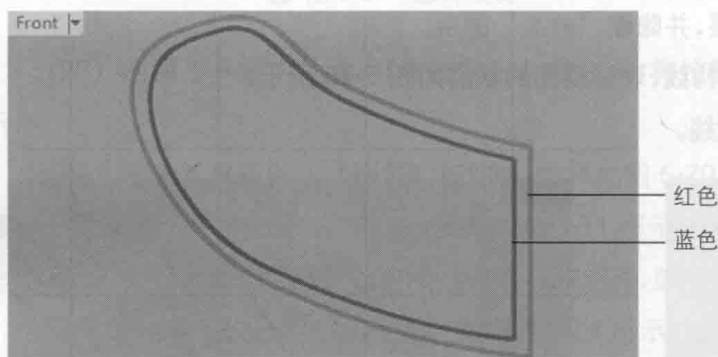
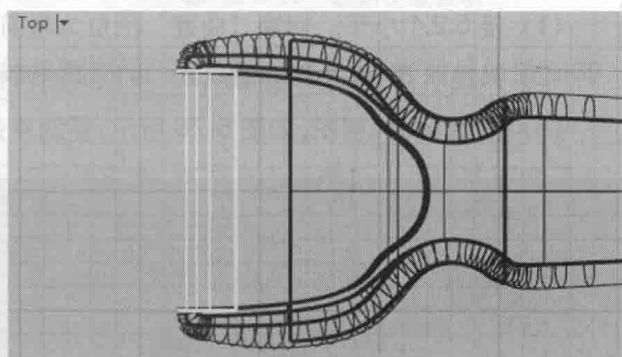

图 5-81 组合曲线
图 5-82 挤出成面
(8) 单击工具箱中的【组合】按钮, 将所有曲线组合为两个闭合的多重曲线对象, 如图 5-81 所示。
(9) 显示“曲面”图层, 激活 Top 视图, 利用工具箱中的 / 【直线挤出】按钮, 将命令栏中的【实体】选项修改为“是”, 选择图 5-81 所示中的蓝色闭合多重曲线, 沿直线挤出成为曲面, 效果如图 5-82 所示。
(10) 选择图 5-81 所示的红色闭合多重曲线, 沿直线挤出成为曲面, 效果如图 5-83 左图所示 (该曲面也需要实体, 并且长度稍稍比图 5-81 中蓝色曲面长, 如图 5-83 右图所示)。